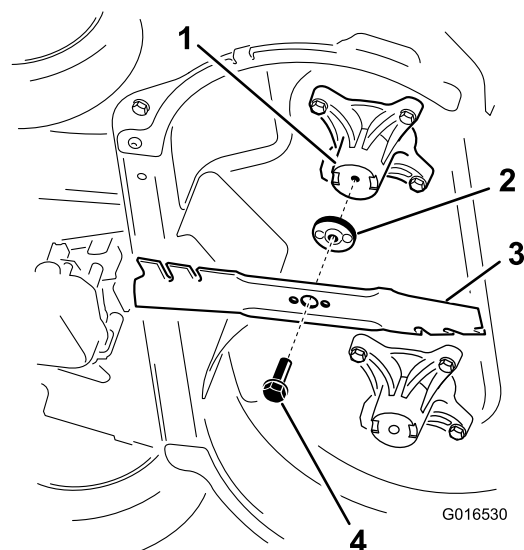

Figure 44
2. Déposez chaque lame comme montré à la Figure 44.
1. Posez la première lame de sorte qu'elle soit horizontale, avec toutes les fixations, comme montré à la Figure 44.